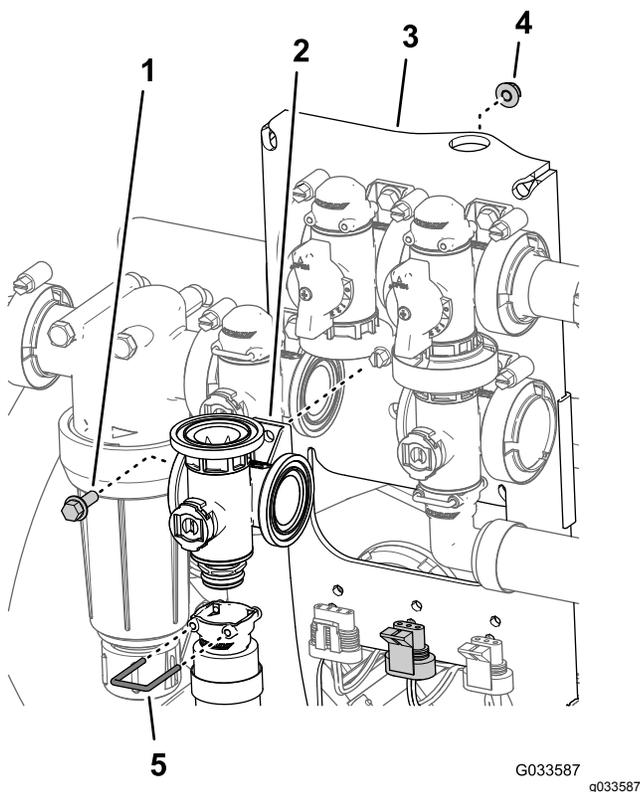

Рисунок 101
- Снимите держатель, который крепит выпускной штуцер к муфте коллектора клапана перемешивания (Рисунок 101).
- Удалите болт с фланцевой головкой (¼ x ¾ дюйма) и фланцевую контргайку (¼ дюйма), с помощью которых главный клапан стрелы присоединяется к креплению, и снимите коллектор клапана с автомобиля (Рисунок 101).